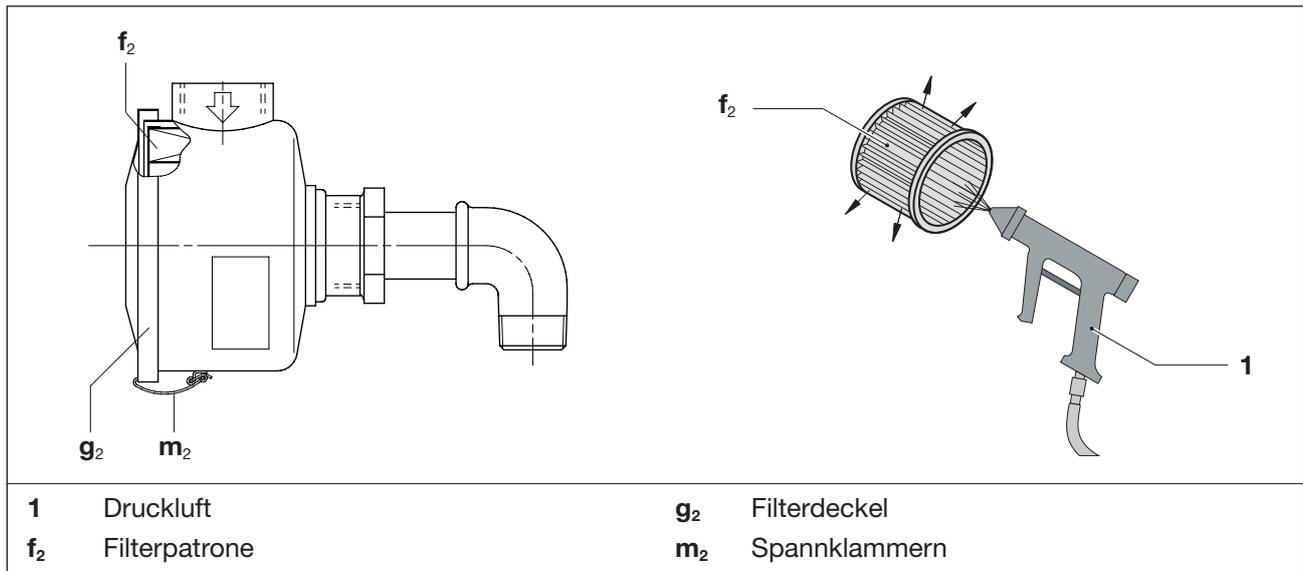

Abb. 8 Vakuumdichter Ansaugfilter
Die Filterpatrone (Abb. 8/f₂) des vakuumdichten Ansaugfilters (Abb. 2/S) ist monatlich oder je nach Verunreinigung öfters durch Ausblasen von innen nach außen zu reinigen.
- b) Spannkammern (Abb. 8/m₂) am Filterdeckel (Abb. 8/g₂) lösen.
- c) Filterpatrone (Abb. 8/f₂) aus dem Filter entnehmen und reinigen bzw. austauschen.
- d) Filterpatrone wieder in den Filter einsetzen und Filterdeckel (Abb. 8/g₂) mit den Spannkammern befestigen.